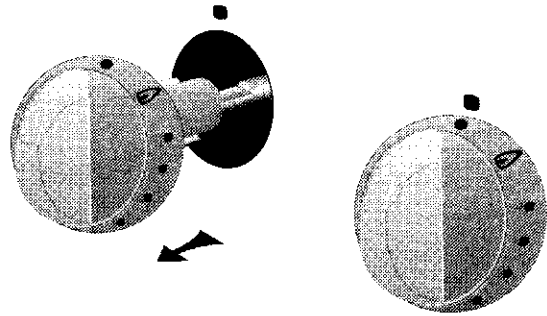

Fig.6
5. Retirez tous les boutons de commande (**Fig.6**).